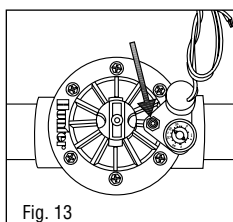

Fig. 13
3. Antes de insertarlo, alinee el Accu-Set encima del asiento del solenoide y coloque la parte de válvula Schrader del Accu-Set hacia la maneta del regulador de caudal.* Consulte la ilustración 13.